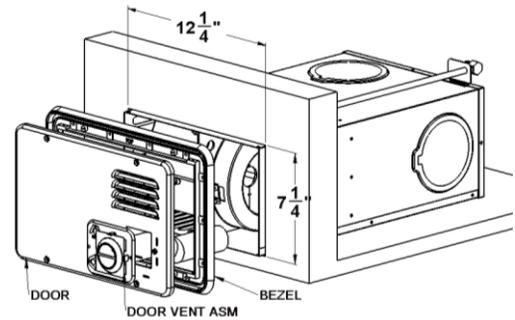

Figure 3
1. Ouverture comme illustré à la Figure 3 dans l'emplacement de la paroi latérale des trous coupés ont été unité sera installée. Trouvez sur l'unité où la découpe de la porte sera placée.
2. Coupez un trou dans le mur latéral du guide, consultez la figure 3
9. Fixez la fournaise à l'armoire avec deux (2) vis dans les pieds à l'arrière de l'unité.